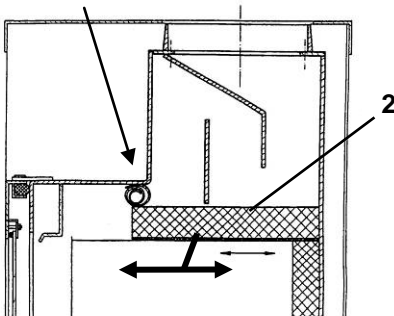

Bild 6
- Vor Inbetriebnahme sind die Transportsicherungen auf der Umlenkplatte über dem Feuerraum (Bild 6) herauszunehmen und evtl. Aufkleber auf der Sichtscheibe rückstandsfrei zu entfernen.
Mit richtigem Betrieb/Bedienung und guter Pflege/Wartung erhöhen Sie die Wertstabilität und Lebensdauer Ihrer Geräte. Sie sparen wertvollen Ressourcen und schonen unsere Umwelt und Ihren Geldbeutel. Zur Reinigung, ist die Umlenplatte (Bild 6 Nr. 2) nach vorne zu ziehen. Dadurch kann der Abgasweg von innen, oder wenn das Abgasrohr entfernt wird von oben gereinigt werden.
Die Umlenplatte (Bild 6 Nr. 2) ist nach dem Reinigen wieder ganz nach hinten zu schieben.